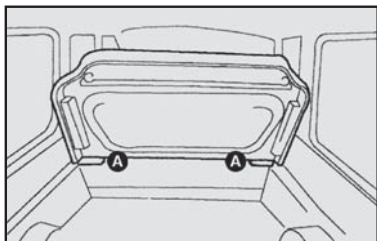
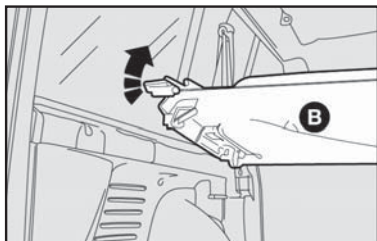

fig. 88
fig. 89
4) Apertar os pinos **A-fig. 88** e levantar a parte **B-fig. 89**, fazendo-a deslizar ao longo do espaço disponível atrás do banco de maneira que se engate ao suporte da cobertura pela parte superior e ao banco pela parte inferior central.